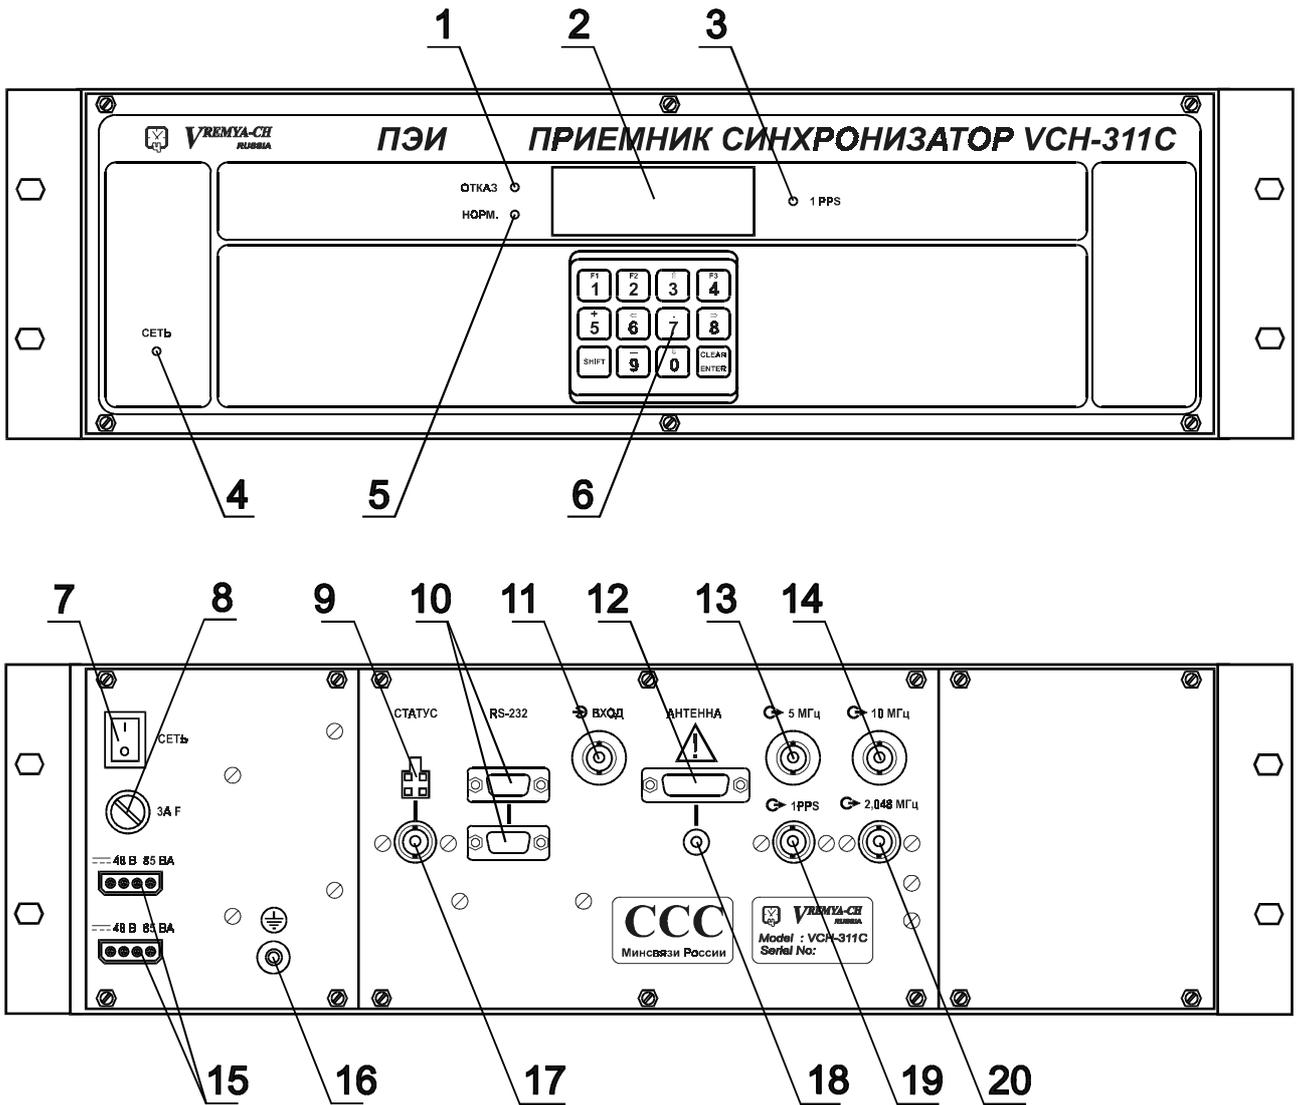

Рис.2 Внешний вид передней и задней панелей аппаратного блока VCH-311С.
2.2.3.1 Перед началом работы внимательно прочитайте настоящее руководство по эксплуатации аппаратуры, изучите расположение органов управления и подключения (рис. 2) их назначение (табл. 2).
2.2.3.10 После проведения коррекции частоты загорается индикатор "НОРМ." (примерно через 3 – 8 часов после окончания прогрева). При этом сигналы "Статус" соответствуют исправности аппаратуры: на разъеме поз. 17 рис. 2 выходной сигнал равен "Лог. 1 TTL", а на разъеме поз. 10 разомкнуты контакты "общий" и "НР" и замкнуты контакты "общий" и "НЗ" (см. рис. 5.2. инструкции по монтажу и пуску ЯКУР.411145.005-01 ИМ).